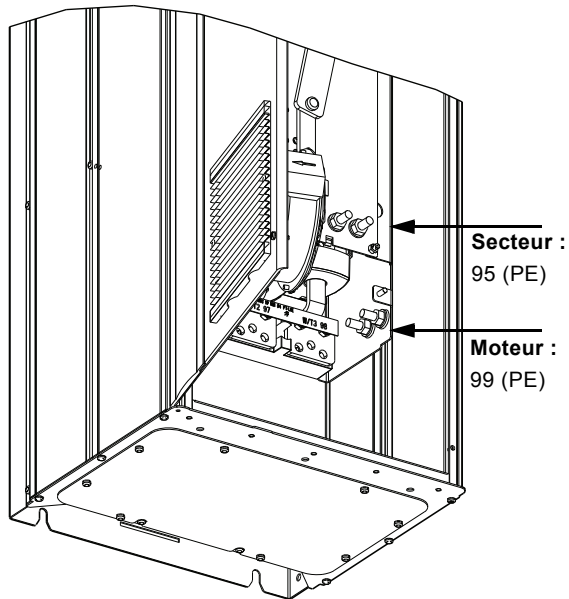

Fig. 14 Mise à la terre
1. Brancher le conducteur de mise à terre à la borne 99 (PE). Voir fig. 14.
1. Brancher le conducteur de mise à terre à la borne 95 (PE). Voir fig. 14.
Lors de la réalisation du câblage, prendre en considération les positions des bornes suivantes. Voir fig. 14 à 16.